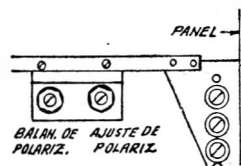

FIG. 139. — Ubicación de los controles para el reajuste.
4) Se quita el puente del *V. Polarity*; se quita el voltímetro, mientras se rota el *V. GAIN*, se ajusta el *DC Bal* (ver Fig. 139) hasta que no se vea ningún desplazamiento vertical del trazo mientras se varía el control de ganancia vertical.